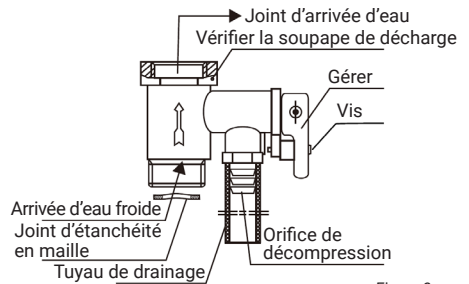

Figure 3
① La soupape de sécurité (originale de l'identification d'usine 0.8MPa) dans les accessoires seront installés sur le joint de l'entrée d'eau (comme indiqué dans la figure 3), et la matière première. La ceinture doit être enroulée jusqu'à assurer l'étanchéité.
Le sens de la flèche doit être compatible avec le sens d'écoulement entrée d'eau du chauffe-eau électrique (comme indiqué sur la figure 3). le joint d'étanchéité du réseau sera installé à l'entrée de la soupape de sécurité eau froide, et le tuyau de vidange sous pression.
- ② Le tuyau d'eau relié à l'électricité. Le chauffe-eau doit pouvoir résister à une pression de 0,8 MPa et à une température supérieure à 100 °C, et le joint doit être enveloppé d'un ruban d'étanchéité pour assurer l'étanchéité.
- ③ Lorsque de l'eau est utilisée, elle doit pouvoir s'écouler sans problème.
- ④ Dans des conditions normales d'utilisation, la poignée de la soupape de sécurité (Fig. 3) doit être ouverte régulièrement pour éliminer les dépôts de carbonate de calcium. La méthode est la suivante : tirez la poignée d'évacuation vers le haut en position horizontale (si la poignée est équipée de vis, veuillez retirer les vis avec un tournevis avant d'effectuer cette action) et confirmez si la soupape de sécurité est bloquée (en cas d'évacuation d'eau) . S'il est bloqué, veuillez contacter le service de maintenance.